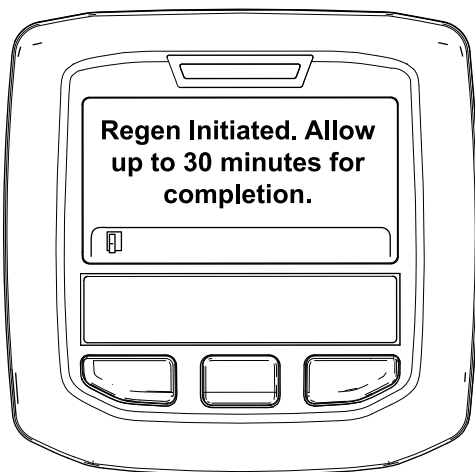

Bild 55
- Wenn die Regenerierung zugelassen wird, wird die Meldung „Regen. Initiated. Allow up to 30 minutes for completion“ im InfoCenter angezeigt. Warten Sie, bis die Maschine die geparkte Regenerierung abgeschlossen hat (Bild 55).